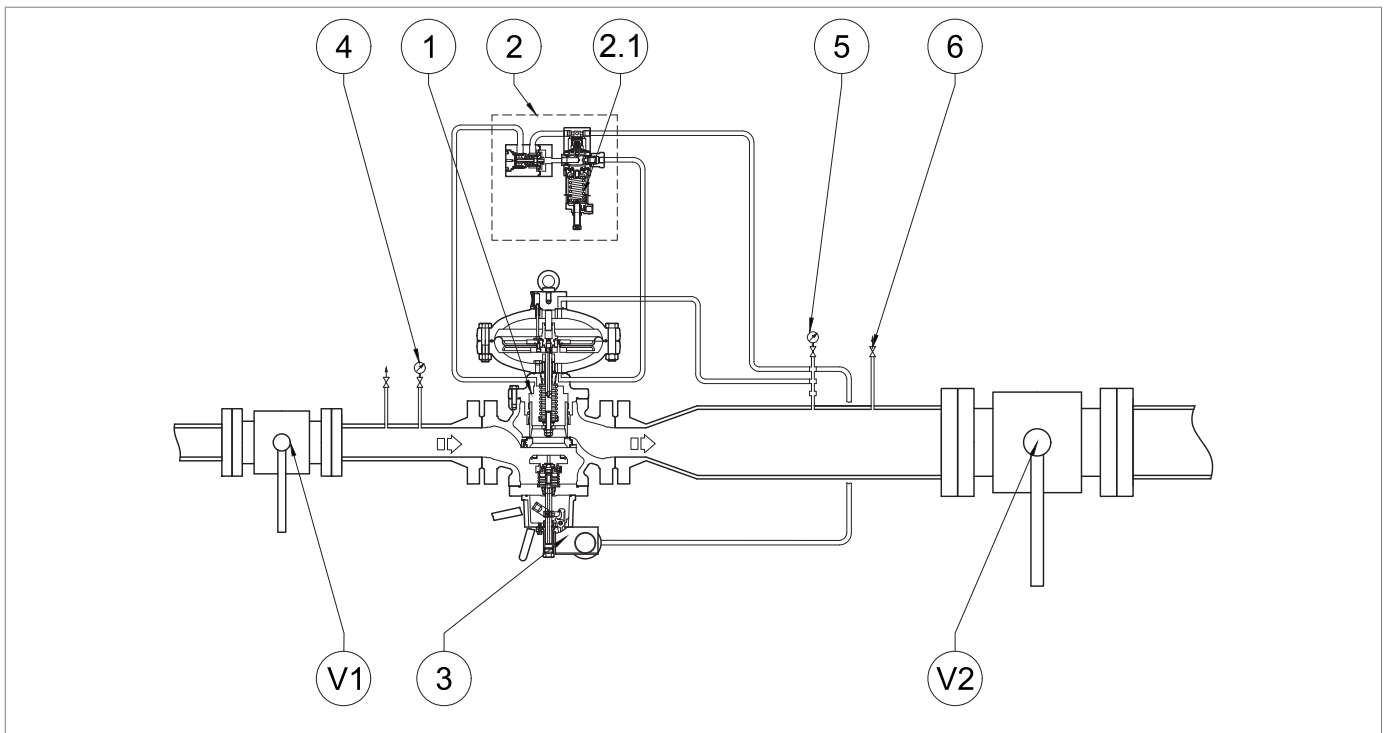
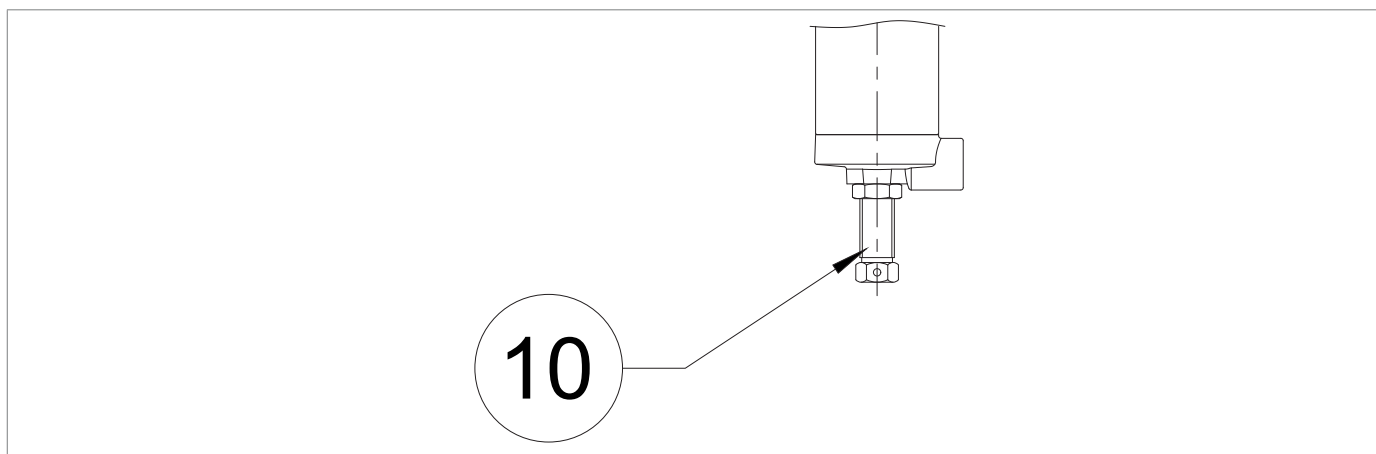

Fig. 8.32. Tenuta in chiusura della valvola di blocco incorporata SB/82
Fig. 8.37. Piloti serie 200/A
9	a- PER LA PRIMA MESSA IN SERVIZIO DELLA LINEA DI REGOLAZIONE Se la pressione di valle (Pd) non è al valore della taratura richiesta, agire come di seguito: <ul style="list-style-type: none"> • valore della pressione di valle (Pd) inferiore al valore di taratura richiesto: caricare la molla di taratura (Fig. 8.32, rif. 2.1) del pilota ruotando in senso orario la vite di regolazione (Fig. 8.37, rif. 10) • valore della pressione di valle (Pd) superiore al valore di taratura richiesto: scaricare la molla di taratura del pilota (Fig. 8.32, rif. 2.1) ruotando in senso antiorario la vite di regolazione (Fig. 8.37, rif. 10) b- DOPO LA MANUTENZIONE DELLA LINEA DI REGOLAZIONE <ul style="list-style-type: none"> • caricare la molla di taratura del pilota (Fig. 8.32, rif. 2.1) ruotando in senso orario la vite di regolazione (Fig. 8.37, rif. 10) per aumentare il valore di pressione del regolatore (1) ruotando in senso orario la ghiera di regolazione (3)